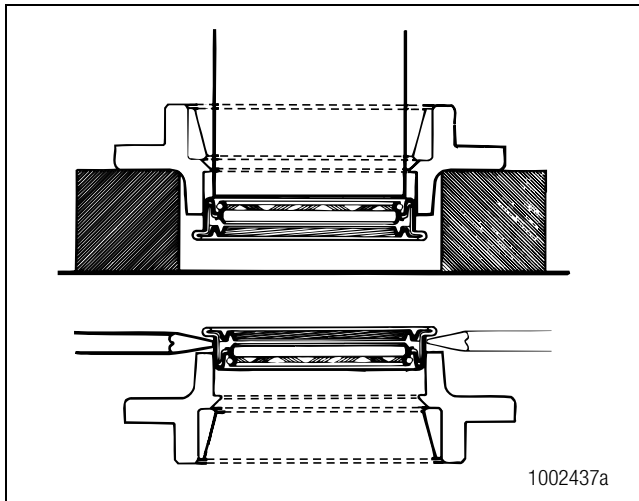

Figura 3.27
- Si no se dispone de una prensa: Coloque una herramienta con un lado afilado plano debajo de la brida para retirar el sello de aceite de la jaula. Figura 3.27.